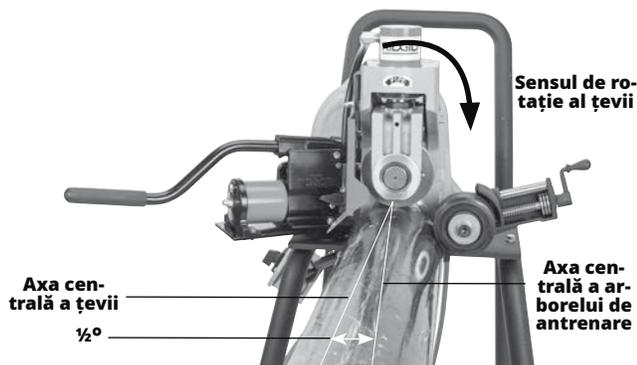

Figura 13 - Decalarea țevii cu $\frac{1}{2}^\circ$, (exagerat)
7. Deplasați ușor țeava și stativele de aproximativ $\frac{1}{2}$ grad (aproximativ 1" până la 10 picioare metri de Dispozitivul de roluire caneluri) spre operator. Alinierea corectă a țevii și a Dispozitivului de roluire caneluri ajută la asigurarea urmăririi corespunzătoare a țevii în timpul canelării (Vedeți figura 13). Acesta este decalajul adecvat pentru canelare și funcționează cu stabilizatorul.